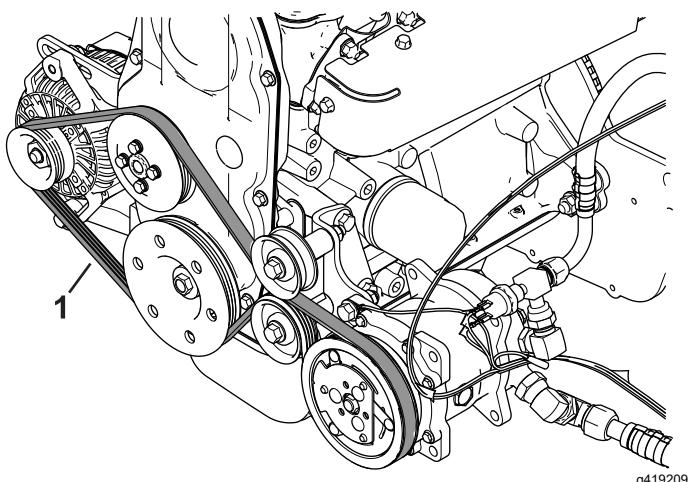

Figura 37
9. Instale a correia no compressor, nas polias intermédias, no motor e no alternador (Figura 35 e Figura 37)